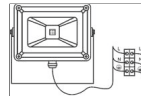

Рис. 1 Схема подключения прожектора
- 4.3 Подключение светодиодных прожекторов *BELLIGHT* должно производиться при выключенном электропитании, согласно схеме, представленной на рис. 1.